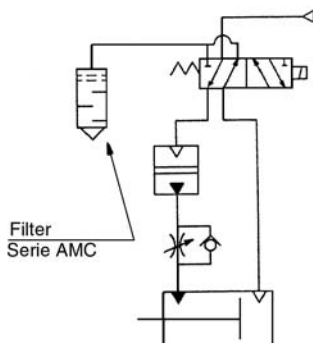

Abbildung 6
- Mit der Gleitbewegung treten Leckagen auf. Besonders bei Verwendung einer einseitigen Niederdruckhydraulikeinheit wird das Betriebsöl, das zur pneumatischen Seite hin ausströmt, vom Schaltventil abgegeben, wodurch das Schaltventil verunreinigt wird. Installieren Sie deshalb einen Filter (Serie AMC). (Abb.6)